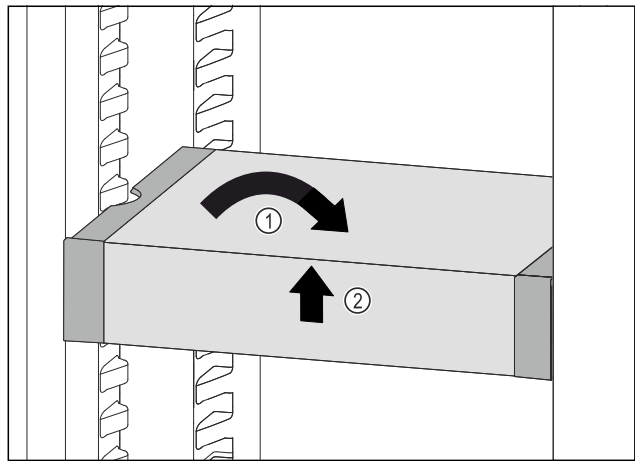

Fig. 88
- ▶ VarioSafe recht zetten. Fig. 88 (1)
- ▶ VarioSafe aan voorkant optillen. Fig. 88 (2)